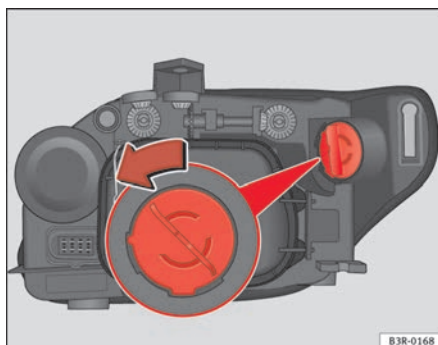

Fig. 201 Lâmpada das luzes indicadoras de mudança de direcção
- Rode o porta-lâmpadas no sentido anti-horário agarrando-o pela pega ⇒ fig. 201 e extraia o porta-lâmpadas e a lâmpada.